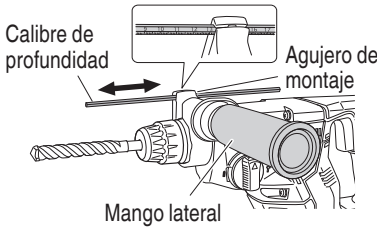

Fig. 22
7. Modo de usar el calibre de profundidad (Fig. 22)